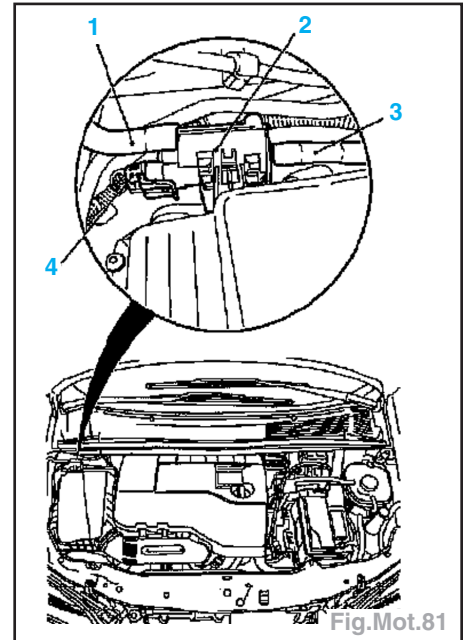

Fig.Mot.81
- Déposer le faisceau de câbles de valve (4) de ventilation de réservoir (Fig.Mot.81).
- Déposer la valve de ventilation (2).